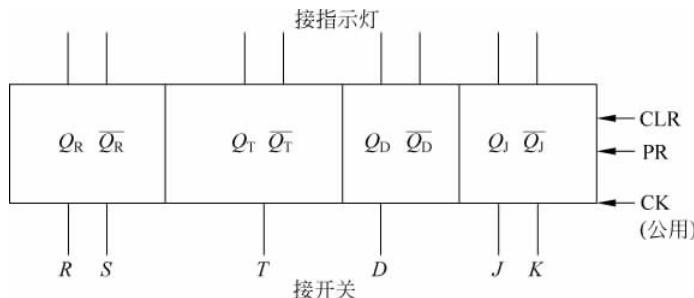

图 5.3.2 常用触发器电路示意图
- (1) 用 GAL20V8 实现常用触发器电路。
- (2) 按图 5.3.2 进行设计,绘出框图和引脚分配图。